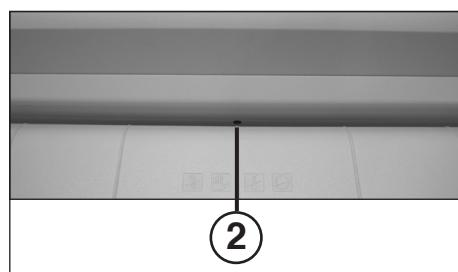

fig. 2
- 2 = Barrière lumineuse (marche avant) (fig. 2)